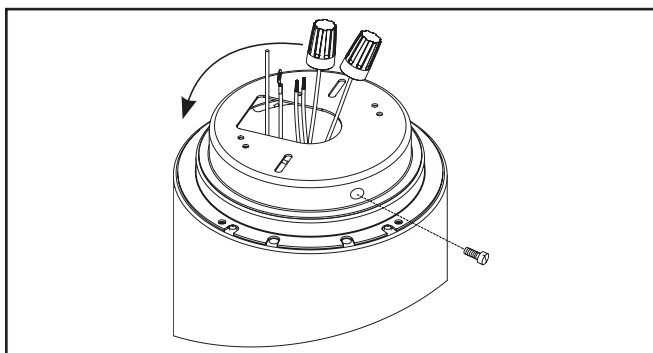

Figura 1.
2. Gire la placa de montaje en sentido contrario a las agujas del reloj para separarla del conjunto y extraerla del cilindro (Figura 1.).